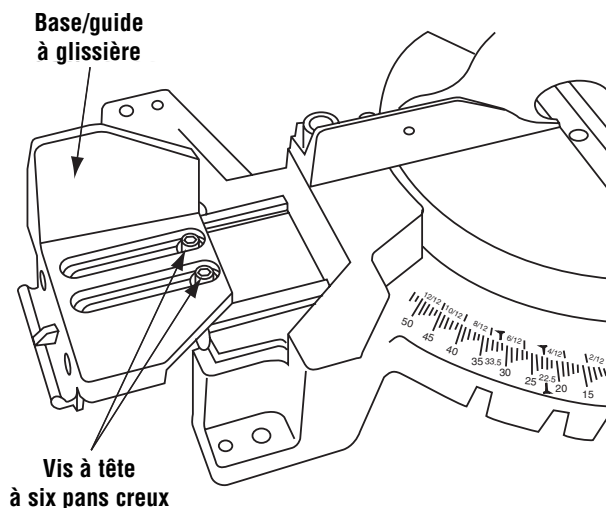

Figure 26. Base/guide à glissière
2. Desserrez deux (2) vis à tête à six pans creux en faisant glisser la rainure de la base (Figure 26).